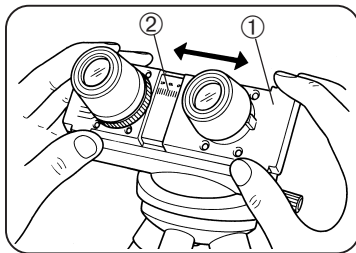

Fig. 19
4 Regolazione Distanza Interpupillare (con Microscopio Bioculare) (Fig. 19 & 20)
1. Guardando negli oculari, regolare la distanza interpupillare facendo scivolare lateralmente le due slitte portaoculari ① destra e sinistra. (Fig. 19).
Memorizzare la vostra distanza interpupillare per riottenere la regolazione successivamente (Fig. 19 & 20).